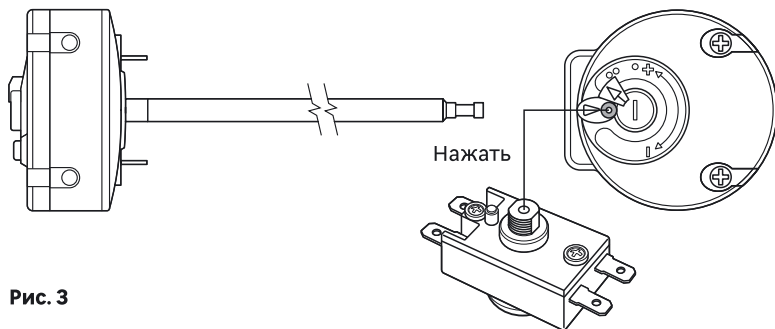

Рис. 3
Регулировка температуры воды во внутреннем баке осуществляется с помощью ручки терморегулятора (10), расположенной на защитной крышке водонагревателя. Термостат также содержит термовыключатель – устройство защиты ЭВН от перегрева, которое отключает ТЭН от сети при превышении температуры воды свыше  $+95^{\circ}\text{C}$  ( $\pm 5^{\circ}\text{C}$ ). В процессе эксплуатации корпус ЭВН может нагреваться. Срабатывание термозащиты водонагревателя не является его неисправностью. Возврат водонагревателя в рабочее состояние осуществляется нажатием на шток термовыключателя, расположенного под защитной крышкой ЭВН (Рис. 3).
Сработал или не включен термовыключатель	Отключить ЭВН от сети, снять защитную крышку, нажать до щелчка кнопку термовыключателя (Рис. 3), установить крышку и включить питание